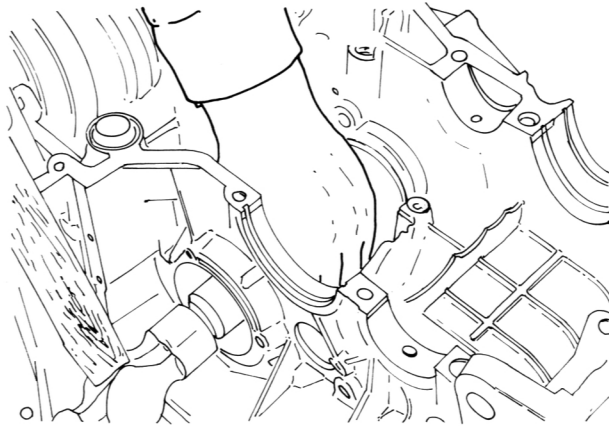

Bild 106
- Das Lager mit Hilfe der Spezialwerkzeuge einsetzen (Bild 106).